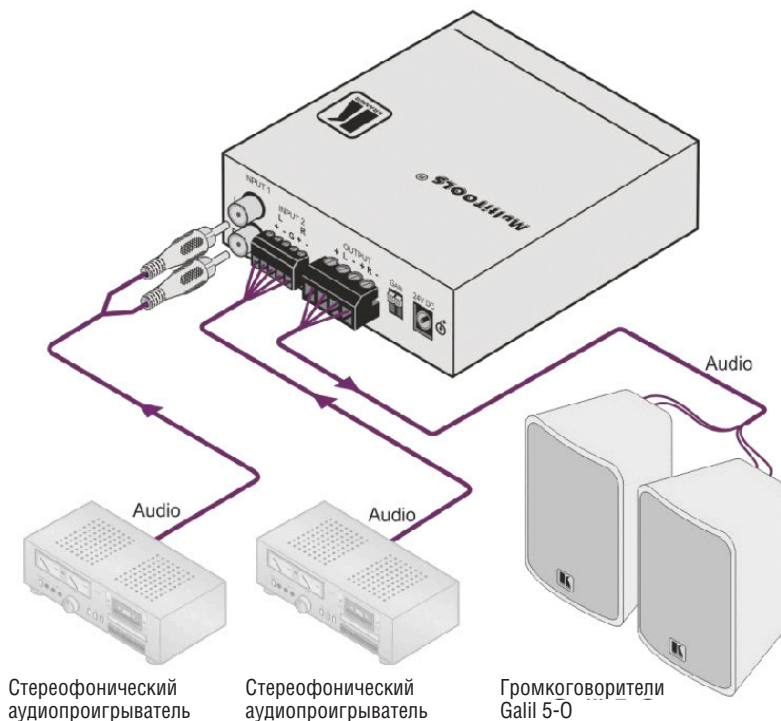

Рис. 7. Подсоединение громкоговорителя Yarden 4-C
6. Повторите шаг 5 для второго громкоговорителя (см. рис. 7).
Имеется возможность непосредственного подключения громкоговорителей к усилителю, например, к усилителю мощности / микшеру Kramer 907xl, как это показано на рис. 7: